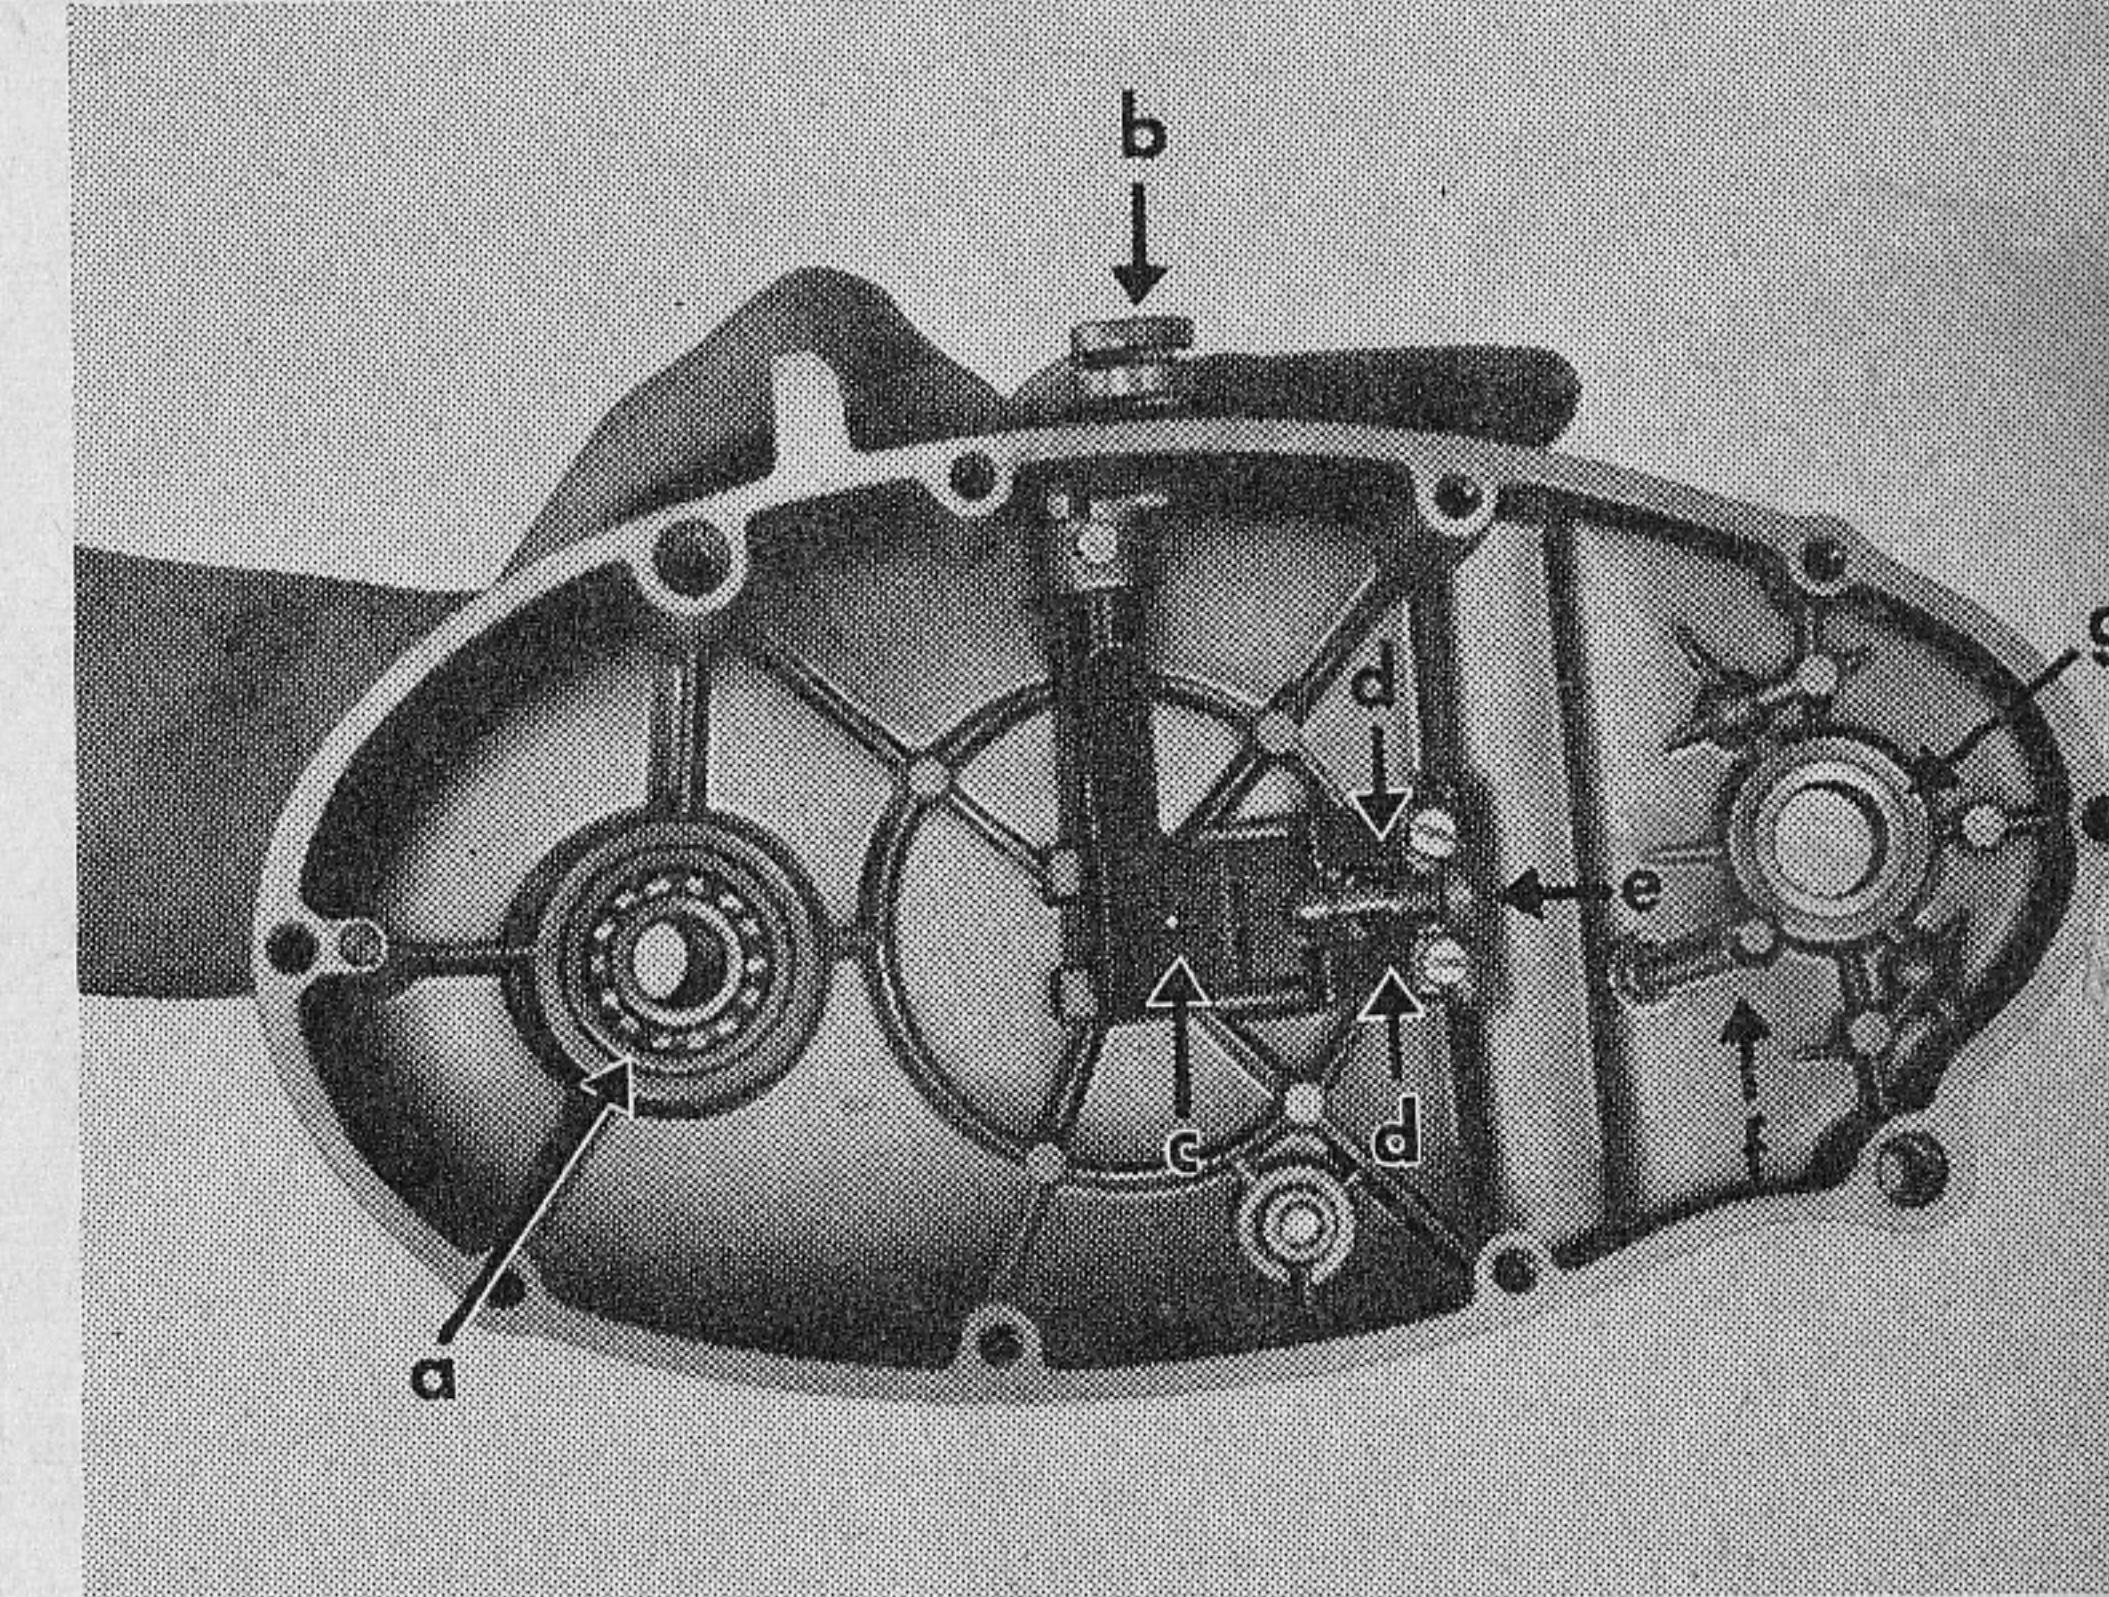

Bild 15
- g) 1 Büchse für Kickstarterwelle (Bild 15).